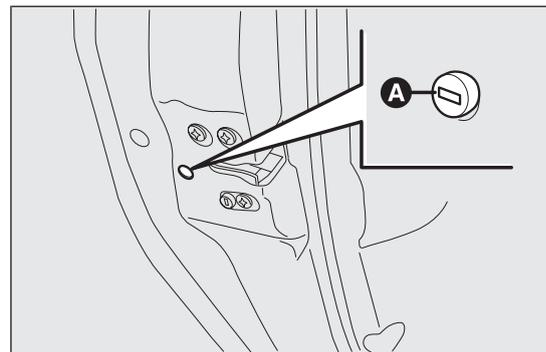

fig. 84
- introducir la pieza metálica de la llave de contacto en el alojamiento A fig. 84;